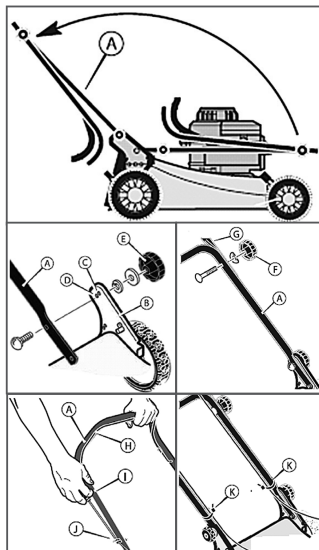

Рис. 2 Сборка газонокосилки
3. Установите нижнюю часть А рукоятки в рабочее положение (Рис. 2).
4. В скобе рукоятки (В) имеется два крепежных отверстия (Рис. 2). Используйте отверстие (С) для крепления рукоятки в верхнем положении. Используйте отверстие (D) для крепления рукоятки в нижнем положении.
5. Закрепите отверстие в любом из отверстий (С) или (D), в соответствии с рисунком. Закрутите зажимы (Е) до фиксации нижней части рукоятки.
6. Снимите зажимы (F) и крепежные элементы с нижней рукоятки (А). Установите